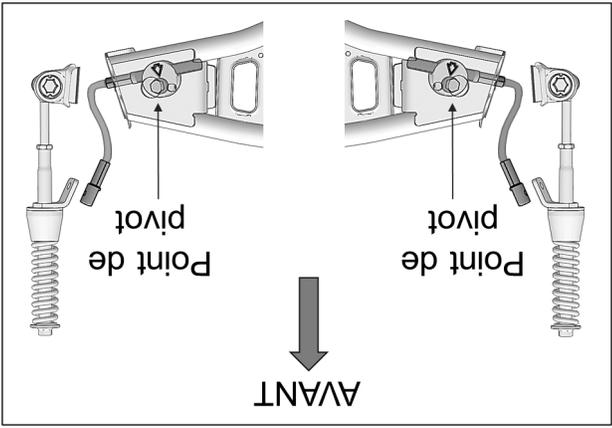

Fig. 25
15. À l'assemblage, assurez-vous que le point de pivot du disque en aluminium soit positionné en avant du câble du limiteur de conduite. Voir la Fig. 25